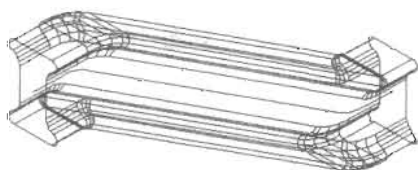

图 14-185
(9) 在命令提示行输入 Extrude 命令并回车, 沿路径拉伸截面, 效果如图 14-185 所示, 命令执行过程如下。